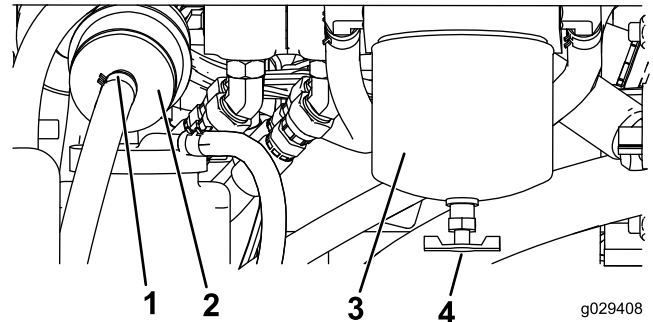

Bild 48
1. Ermitteln Sie den Kraftstofffilter hinten am Motor (Bild 48) und stellen Sie einen sauberen Behälter unter den Filter.
1. Ermitteln Sie die Kraftstofffilter an der rechten Seite des Motors (Bild 48) und stellen Sie einen sauberen Behälter unter den Filter.
2. Reinigen Sie den Anbaubereich der Filterglocke (Bild 48).
3. Entfernen Sie die Filterglocke und reinigen die Kontaktfläche (Bild 48).
5. Drehen Sie die Filterglocke per Hand, bis die Dichtung die Kontaktfläche berührt. Ziehen Sie sie dann um eine weitere 1/2 Umdrehung fester (Bild 48).
6. Ermitteln Sie den Inlinefilter hinter der Kraftstofffilterglocke (Bild 48) und achten Sie auf die Richtung des Flusspfeils an der Seite des Inlinefilters.
7. Öffnen Sie die Klemmen an jedem Ende des Inlinefilters und schieben die Schläuche herunter (Bild 48). Werfen Sie den Filter weg.
8. Schieben Sie die Schläuche auf das Ende des neuen Filters (Bild 48), stellen Sie sicher, dass der Pfeil am Filter in dieselbe Richtung wie am alten Filter zeigt.